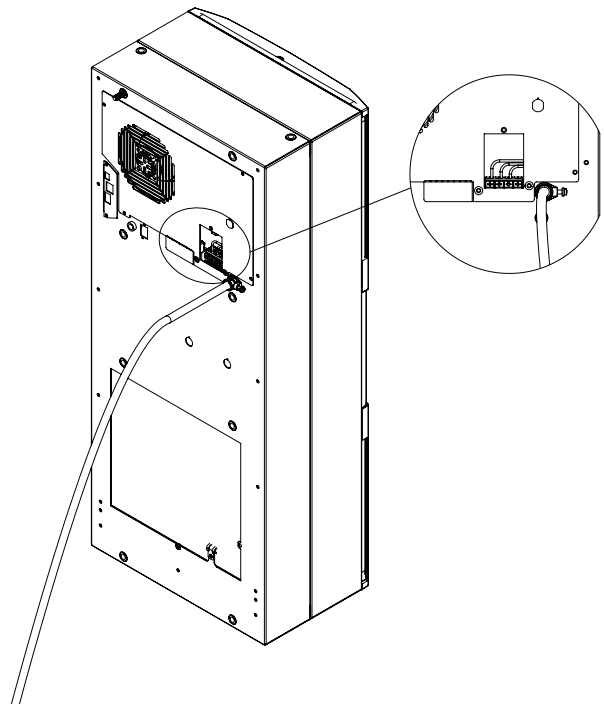

Abbildung 10
5. Ziehen Sie die Schraube an der Zugentlastung an, bis das Netzkabel festsetzt (siehe Abbildung 10).